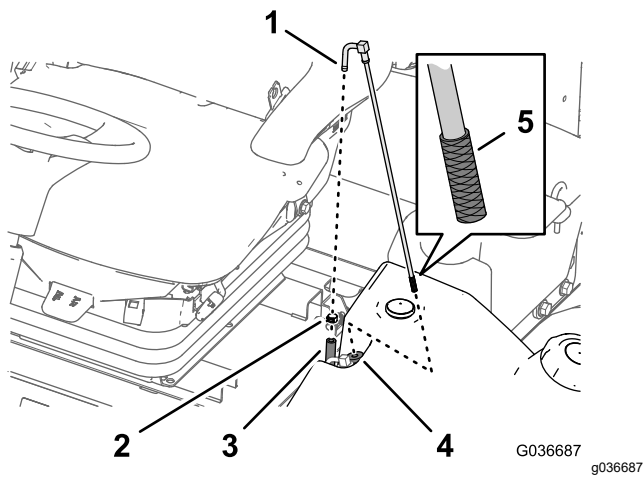

図 97
1. 燃料供給ホースを燃料供給チューブに固定しているホースクランプを外す図 97。
2. フィッティングからホースを取り外す 図 97。
3. 燃料タンクから燃料供給チューブを取り出す 図 97。
4. 燃料供給チューブの端部のスクリーンにたまっているごみでいねいに取り除く 図 97。
5. ゴム製ブッシュを通して燃料タンク内部へ燃料供給チューブを挿入する 図 97。